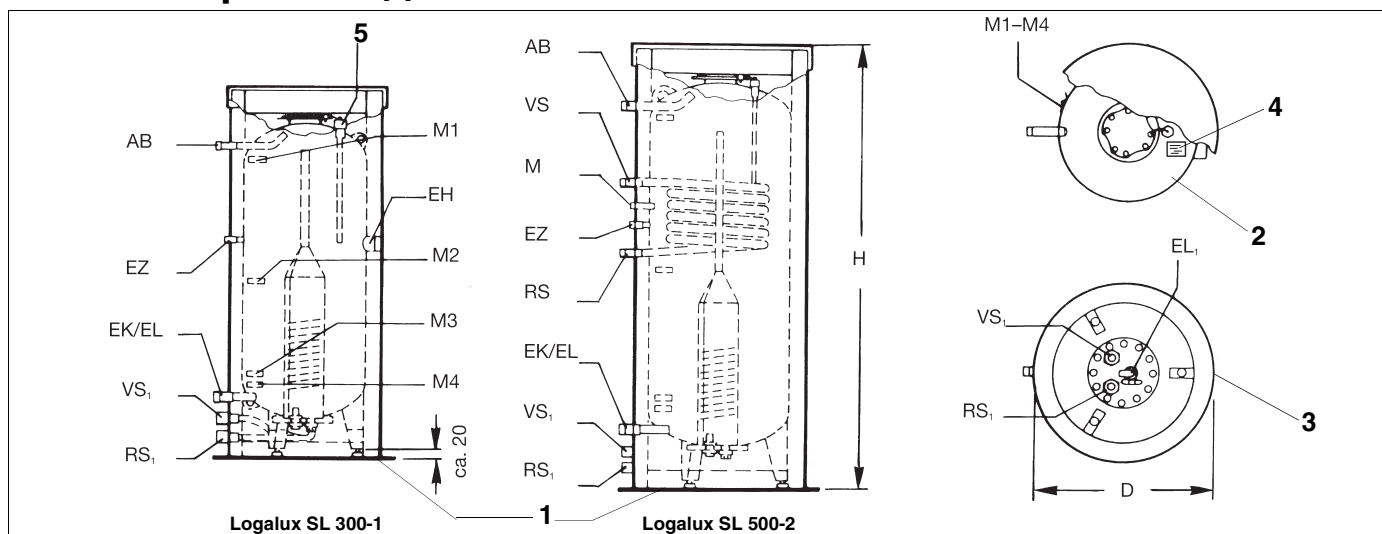
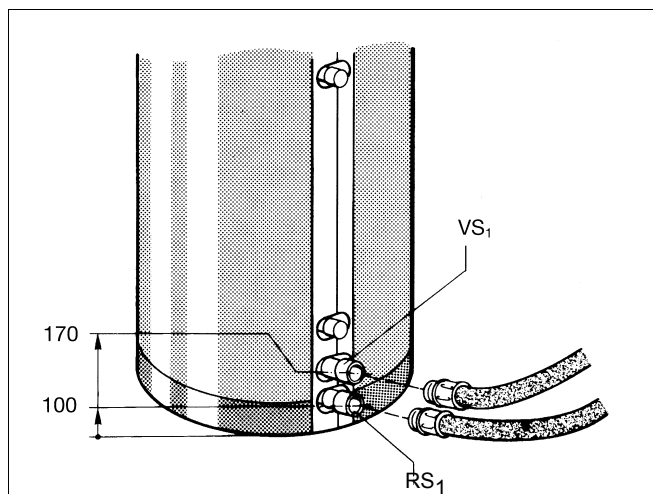

Рис. 1 Вид сбоку, сверху и снизу
Рис. 7 Разъемы
Баки Logalux SL 300-2 - 500-2 отличаются от Logalux 300-1 дополнительным греющим змеевиком (теплообменником) (рис. 1).
- ▶ Штуцер VS1 (подающая линия бака в контуре солнечного коллектора) отмечен красным цветом, штуцер RS1 (обратная линия бака в контуре солнечного коллектора) – синим (рис. 1) и (рис. 7).